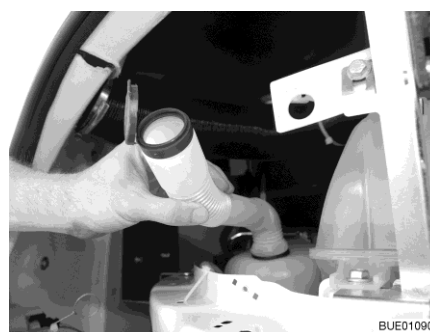

Fig. 55 Bocchettone di riempimento in posizione di riempimento
- Ruotare il tubo flessibile in modo che l'apertura di rifornimento indichi verso l'alto (Fig. 55).